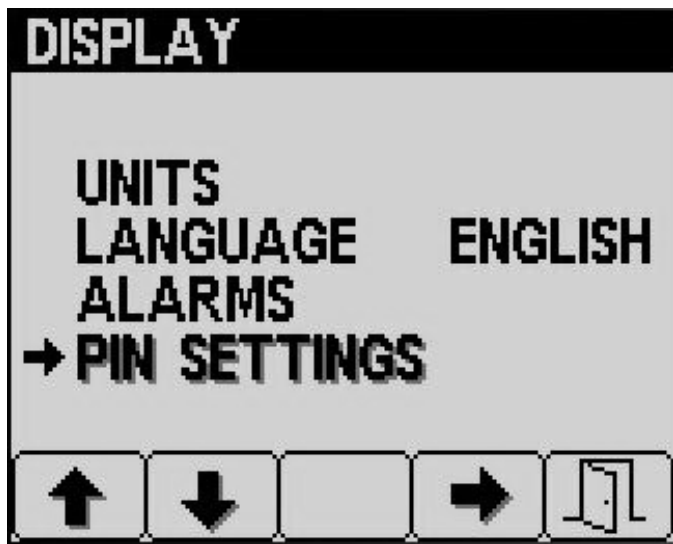

Bild 13
4. Drücken Sie Taste 2, bis Sie auf dem Bildschirm „Display“ den Eintrag „PIN-Einstellungen“ erreichen und drücken Sie Taste 4, um „PIN-Einstellungen“ auszuwählen (Bild 13).